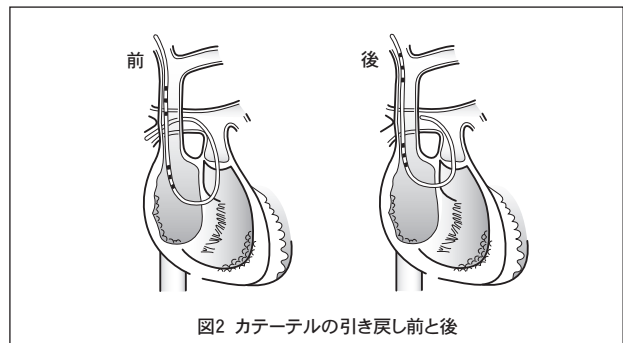

図2 カテーテルの引き戻し前と後
(4) 肺動脈楔入圧（PAWP）が得られるまでカテーテルを進めた後、バルーン膨張用バルブからシリンジを外して、バルーンを自然に収縮させます。それからカテーテルを数cm引き戻し、弛みを取ります（図2参照）。